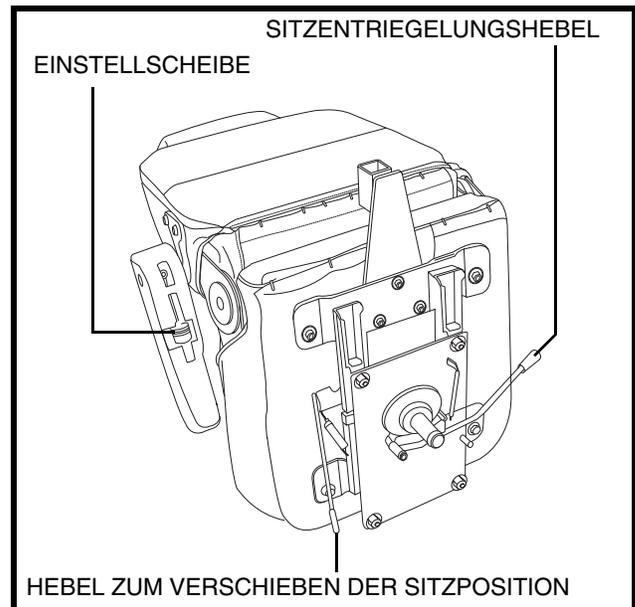

Abb. 17. Sitzeinstellungen
1. Sitzarretierungshebel nach vorne drücken, um den Sitz zu entriegeln. **Siehe Abb. 17.**
Der Abstand zwischen dem Sitz und dem Lenkerkann durch das Vorwärts- oder Rückwärtsschiebendes Sitzes eingestellt werden. **Siehe Abb. 17.**
Der Armlehnenwinkel Ihres Elektromobils kann nach oben oder nach unten verstellt werden. **Siehe Abb. 17.** Die Armlehnen werden gehoben oder gesenkt durch das Drehen der Einstellscheiben.